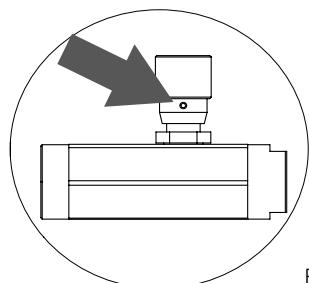

Bild 14
- Entfernen Sie den Einfülldeckel wie in "Abbildung 14" dargestellt.